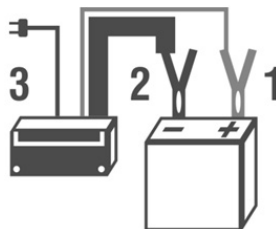

Fig. 4 – Secuencia para conectar el cargador a la batería
2. Conecte la pinza roja del cargador al polo positivo de la batería (posición 1 de la Fig. 4);
3. Conecta la pinza negra del cargador al polo negativo de la batería (posición 2 de la Fig. 4).
4. Conecte el enchufe a la toma de corriente (posición 3 de la Fig. 4);